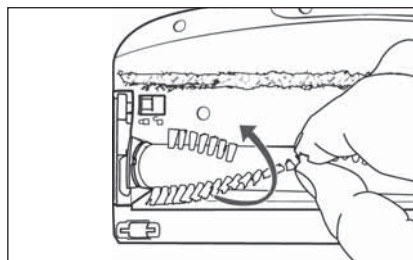

Fig. 30
- 3) Sfilare il rullo a spazzola **21** tirandolo dalle setole fuori dalla spazzola per pavimenti **22**. Ruotare leggermente il rullo a spazzola **21** per poterlo togliere più facilmente (vedere fig. 30).